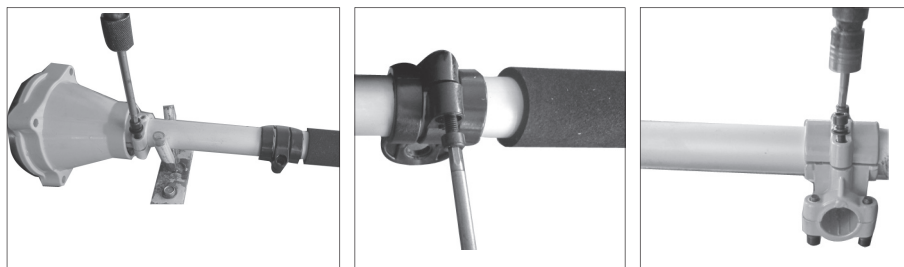

рис. 3
- С другой стороны штанги гибкого вала наденьте муфту сцепления и зафиксируйте (рис.3).
- Установите крепление ремня на штангу гибкого вала и зафиксируйте (рис.3).
- Установите крепление рукоятки на штангу гибкого вала и зафиксируйте (рис.3).